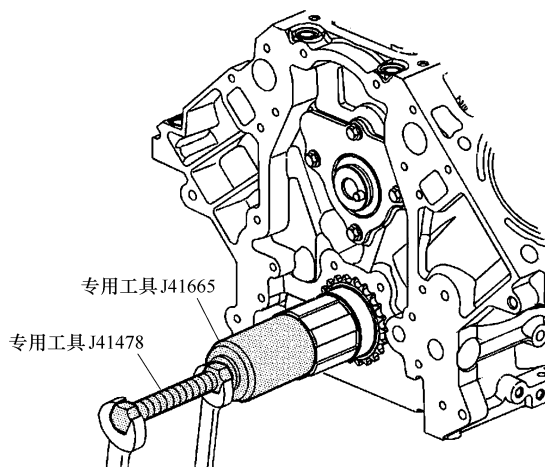

图 20-13 安装曲轴链轮
- 4) 使用专用工具安装曲轴链轮, 如图 20-13 所示。